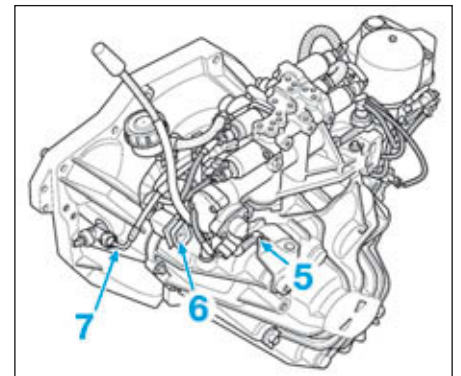

FIG.63
- Débrancher (Fig.63) :
- le tirant (5) de la bielle de sélection.
- le tuyau (6) de la butée hydraulique.
- le connecteur (7).
- le connecteur (7) (Fig.63).